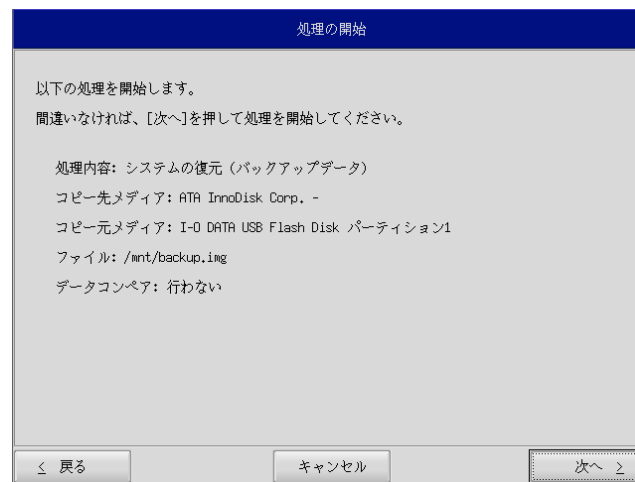

図 5-2-7. 確認画面
- ⑪ 確認画面(図 5-2-7)が表示されます。メディア、パーティション、バックアップファイルを確認します。[次へ]ボタンを押します。